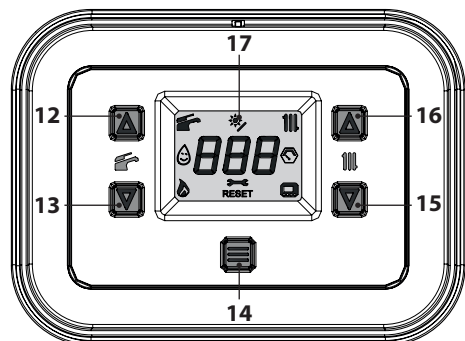
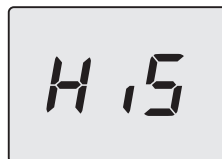

Figura 6.6
Figura 6.8
- Tenere premuto per 5 secondi il tasto 14 fino a far apparire sul display entrambe i simboli e (Figura 6.6).
- Entrare in "modalità programmazione" premendo contemporaneamente per 5 secondi i tasti 13 e 15 (Figura 6.6) fino a far apparire sul display LCD le lettere **HiS** che indicano il menu "Storico delle caldaia" (Figura 6.8).
- Premere il tasto 14 (Figura 6.6) per attivare la funzione. Il display visualizzerà quanto segue (Figura 6.10 e Figura 6.11).
- tenere premuti contemporaneamente i tasti 13 e 15 per 5 sec. (Figura 6.6) (ritorno al livello precedente).
- Spegnere la caldaia tenendo premuto per 5 secondi il tasto 14 (Figura 6.6) fino a far apparire sul display LCD il simbolo **— — —** (i trattini vengono accesi in sequenza per simulare uno scorrimento) (Figura 6.5).